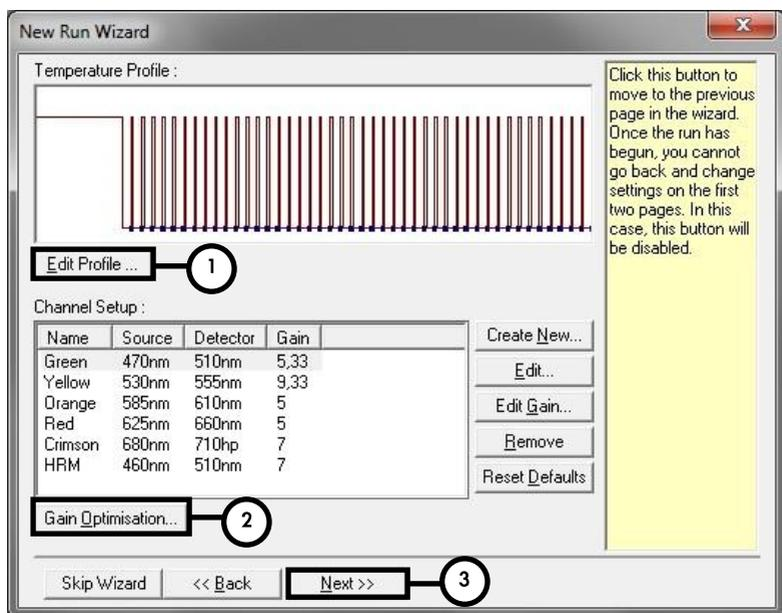
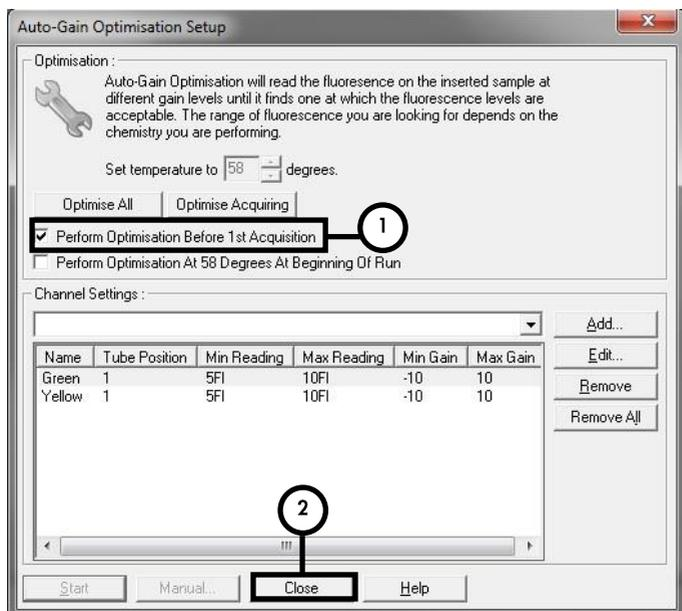

Figura 4. Modifica del profilo.
Figura 7. Regolazione della sensibilità dei canali di fluorescenza.
Regolazione della sensibilità del canale di fluorescenza	Figura 7
9. Cliccare sul pulsante **Edit Profile** (Modifica profilo) nella successiva finestra di dialogo **New Run Wizard** (Figura 4) e programmare il profilo termico, come illustrato nelle Figure 5–6.
10. Il range di rilevazione dei canali di fluorescenza deve essere determinato in base all'intensità della fluorescenza nelle provette per PCR. Cliccare su **Gain Optimisation** (Ottimizzazione gain) nella finestra di dialogo **New Run Wizard** (vedere Figura 4, fase 2) per aprire la finestra di dialogo **Auto-Gain Optimisation Setup** (Setup ottimizzazione auto-gain) (Figura 7). Selezionare la casella **Perform Optimisation Before 1st Acquisition** (Esegui ottimizzazione prima della 1° acquisizione) (Figura 7). Accertarsi che siano stati selezionati entrambi i canali (Green e Yellow) per l'operazione **Auto-Gain Optimisation** (Figura 7). (Trovare i canali nel menu a tendina sotto **Channel Settings** (Impostazioni canali) e cliccare su **Add** (Aggiungi).) Cliccare su **Close** (Chiudi) nella finestra di dialogo **Auto-Gain Optimisation Setup** una volta completata la calibrazione del gain.